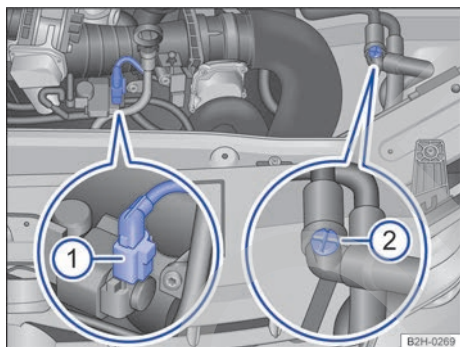

Fig. 154 En el compartimento del motor: conector ① y válvula de purga manual ②.
4.	Gire la válvula de purga manual → fig. 154 ② aproximadamente tres vueltas en el sentido contrario al de las agujas del reloj.
6.	Desacople el conector situado junto a la varilla de medición del nivel de aceite → fig. 154 ① y fíjelo convenientemente. No vuelva a acoplar el conector hasta que no acuda a un taller especializado.